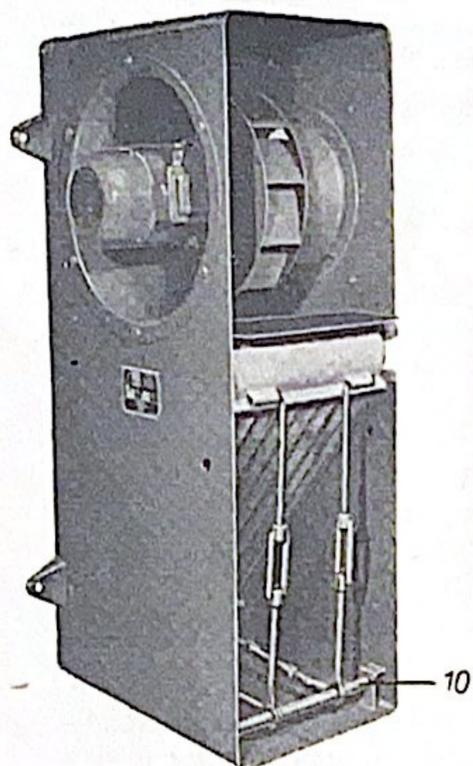
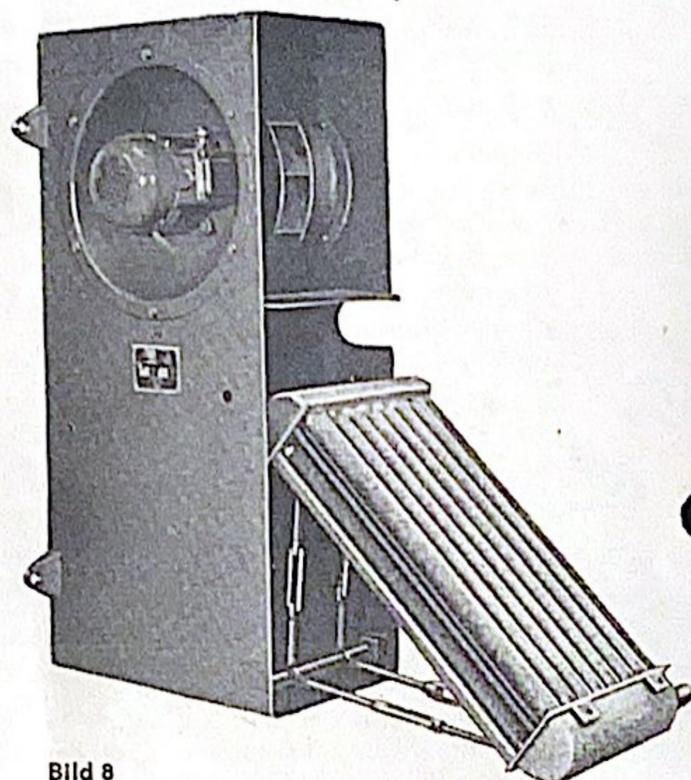

Bild 7
Bild 8
4.2.9 Bei Kopfstellung des Wandluftheizers ist der Ausbau des Heizregisters durch Kippen um die Achse (10, Bild 7) vorzunehmen. Darstellung der Endlage in Bild 8.